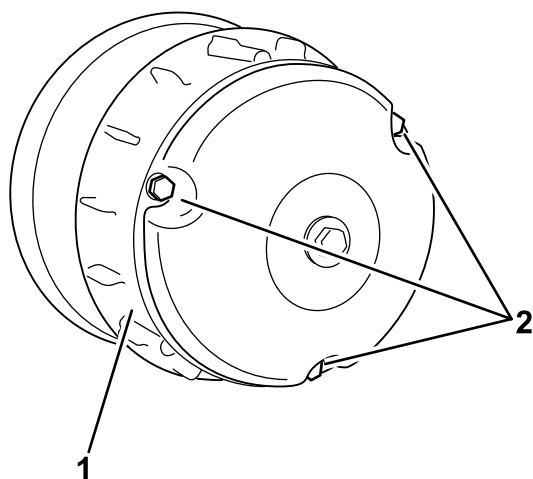

図 62
2. クラッチカバーのボルト3本を外してカバーを取る (図 62)。
4. クラッチカバーを元通りに取り付けて、ボルト3本 図 62 さきほど 2 で外したもので固定する。